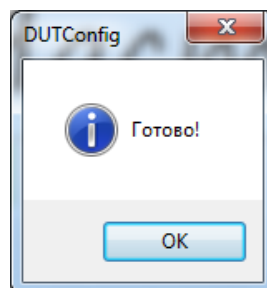

Рисунок 23 – Калибровка завершена
11. Отсоединить щуп и дождаться сообщения программы об окончании калибровки (рис. 23).